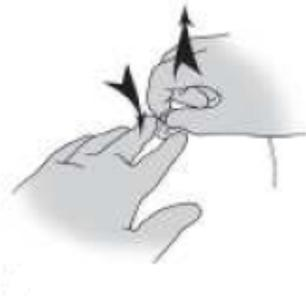

Figure 7
1. A la fin du traitement, rincer la chambre implantable conformément au protocole de l'établissement. La stabiliser en maintenant la base vers le bas (Fig 7).